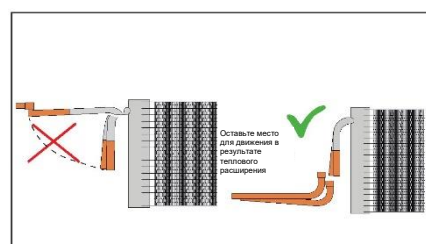

Рис. 6. Важные аспекты в отношении входных/выходных патрубков
- Присоединение входных/выходных патрубков должно осуществляться таким образом, чтобы паяные соединения не подвергались нагрузкам/напряжениям. (Рис. 6) Ответные трубы должны быть предварительно согнуты в нужной конфигурации, чтобы не допустить повреждения или разрушения алюминиевых/медных входных/выходных патрубков МСНЕ и/или алюминиевых переходников. Ответные трубы должны иметь такую конфигурацию, чтобы при сборке не требовалось изгиба или приложения дополнительных усилий.